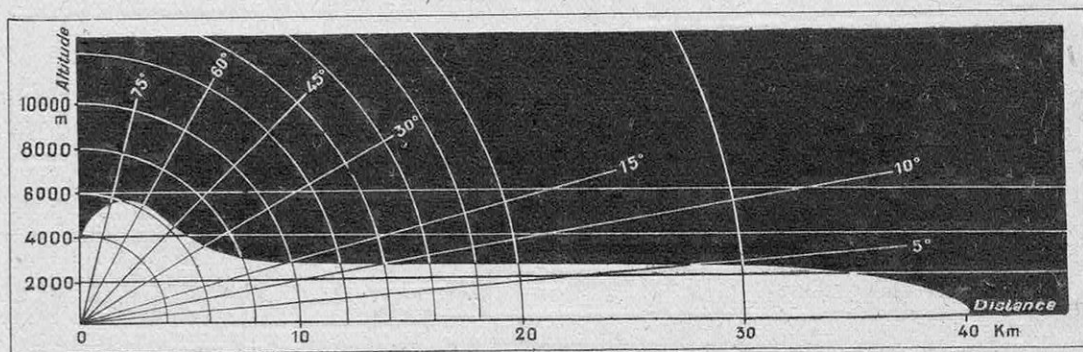

FIG. 2. — LA PORTÉE LUMINEUSE D'UN PHARE DE JALONNEMENT DE LIGNE AÉRIENNE
*C'est un phare de jalonnement de ligne de série, fabriqué par les Établissements Barbier-Bénard et Turenne. L'ouverture du faisceau à longue portée est d'environ 4 à 5° en largeur, 15° en hauteur, mais il est conçu pour être également visible d'un avion se rapprochant à assez haute altitude et naviguant par conséquent à un angle de site élevé par rapport au phare, comme montre le diagramme de la figure 2.*